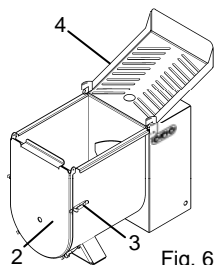

Fig. 6.4.2
- Terminata l'operazione abbassare il frontale anteriore "2" Fig. 6.4.2 e bloccarlo chiudendo le cerniere "3" Fig. 6.4.2.
- Abbassare la griglia superiore "4" Fig. 6.4.2.